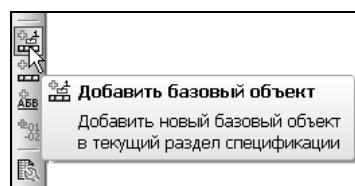

Рис. 9.93. Команда **Добавить базовый объект** на инструментальной панели **Спецификация**
2. Заполнение спецификации происходит в **Нормальном режиме** (проследите, чтобы эта кнопка на панели **Вид** была приглушенна, а кнопка **Разметка страниц** — активна). Активизируйте команду **Добавить базовый объект** на странице **Спецификация** (рис. 9.93).